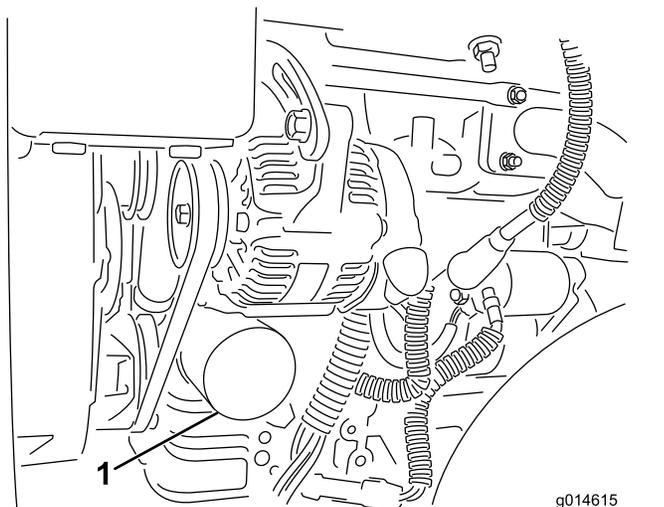

Рисунок 47
- Извлеките масляный фильтр (Рисунок 47). Нанесите тонкий слой чистого масла на новую прокладку фильтра.